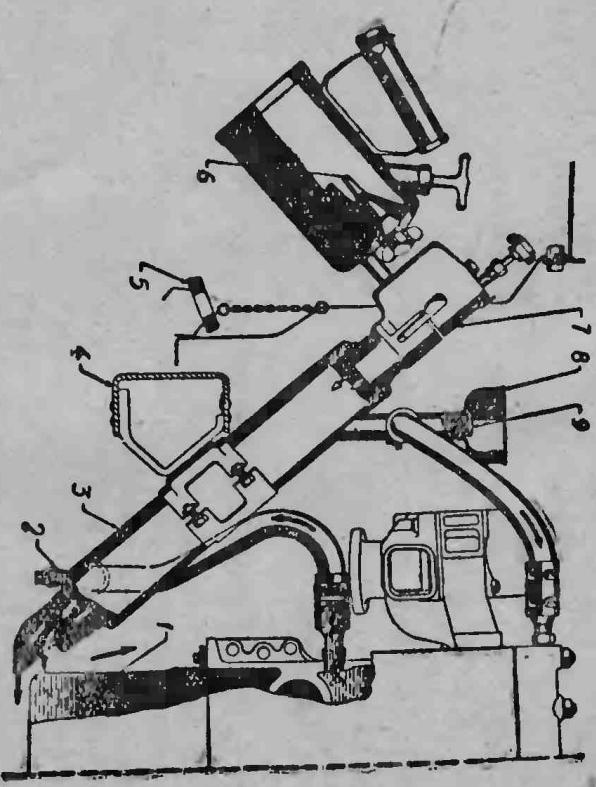

Рис. 3. Установка лампы в котел пускового подогревателя.
5. Снять крышку с котла пускового подогревателя, убавить несколько игла лампы и ввести ее в жаровую трубу котла (рис. 3).